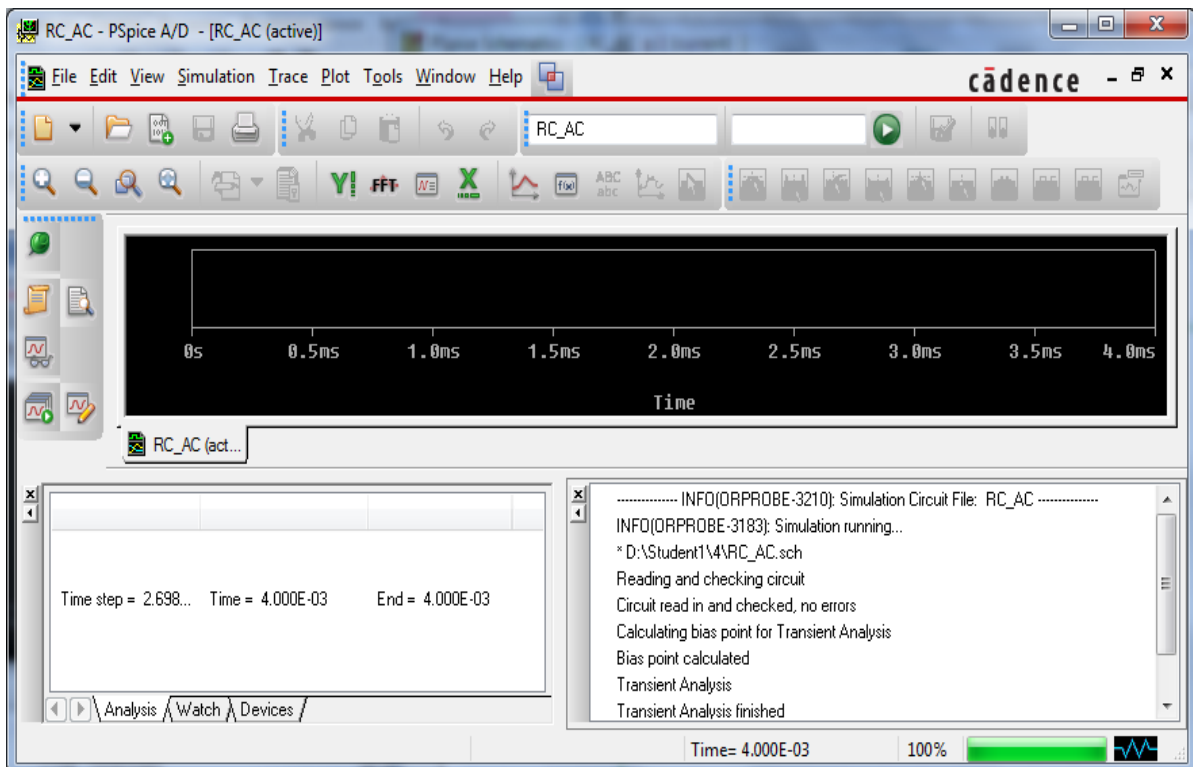

Рисунок 5.3 – Порожній екран після автоматичного запуску *PSpice A/D*
9. Запустіть моделювання схеми, натиснувши *F11* або на кнопку  і на екрані автоматично з'явиться вікно *PSpice A/D* (рис. 5.3). На даний момент воно порожнє, оскільки ще не вибрано, яку діаграму необхідно побудувати.